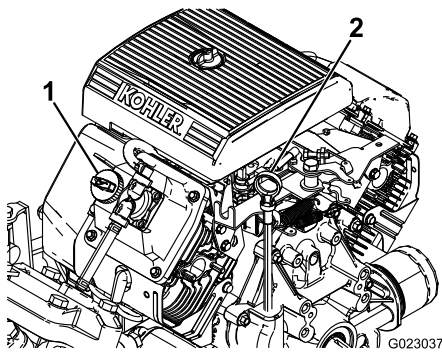

Рисунок 42
2. Выньте масломерный щуп и протрите его чистой ветошью (Рисунок 42). Вставьте масломерный щуп в трубку и убедитесь, что он вставлен до упора. Выньте щуп и проверьте уровень масла.
3. Если уровень масла низкий, снимите крышку заливной горловины с крышки клапана (Рисунок 42) и залейте масло в отверстие до отметки Full (Полный) на щупе. Медленно заливайте масло и во время этого процесса часто проверяйте уровень. Не допускайте переполнения.
8. Медленно залейте примерно 80% указанного количества масла в маслосливную горловину (Рисунок 42).